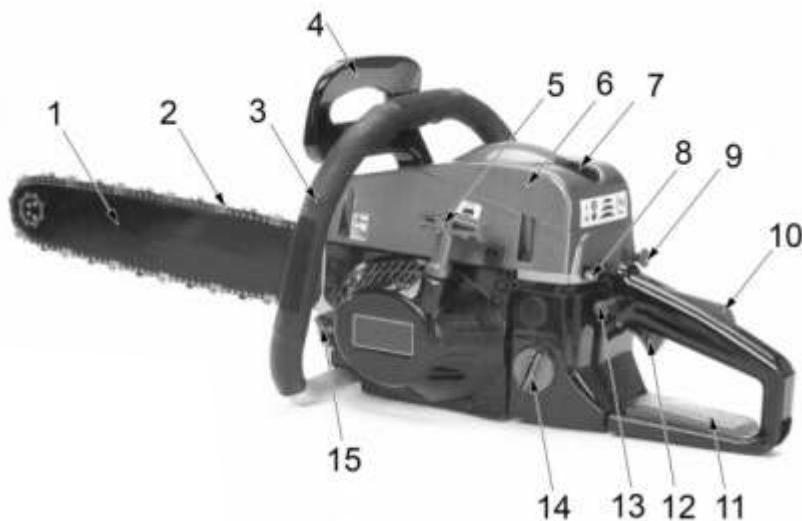
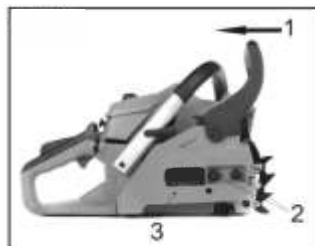

Рис. 1
Рис. 2
Ручка тормоза цепи (4) (Рис.1).
Для безопасности, цепная пила оснащена инерционным тормозом цепи (4) (См. Рис.1). Тормоз цепи включается автоматически в случае резкого, сильного отскока, который вызывается прикосновением конца пилы к древесине во время работы. Тормоз цепи служит для блокировки пильной цепи перед стартом, и для ее моментальной остановки в экстренных случаях.
Выключатель зажигания двигателя (8) (Рис.1)
Рычаг блокировки пуска (10) (Рис.1)
Предотвращает случайное включение двигателя (приведение пильной цепи в движение). Курок пуска (12) не может быть нажат, если не нажат рычаг блокировки пуска (10) (Рис.1).
Задняя ручка (11) (Рис.1)
Пильная цепь, снижающая риск отскока (2) (Рис.1)
Убедитесь, что рукоятка тормоза цепи (4) (Рис.1) сдвинута в положение ВЫКЛ (Рис. 2).
Отвинтите предохранительные гайки шины (2). Снимите крышку тормоза цепи (3), потянув ее вверх. (Рис. 2).
Установите пазовую часть пильной шины (1) (Рис.1) на шинные болты (1-2). Передвигайте шину за муфту сцепления (3) (Рис.3) до тех пор, пока она не остановится (Рис. 4).